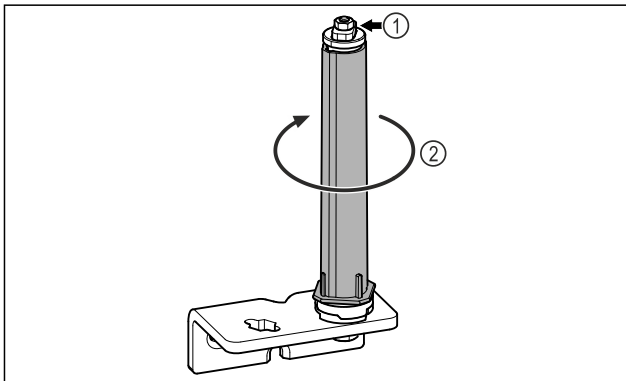

Fig. 21
► Türschließsystem Fig. 21 (1) nicht zerlegen.
- Schließsystem Fig. 21 (2) drehen, bis es klickt.